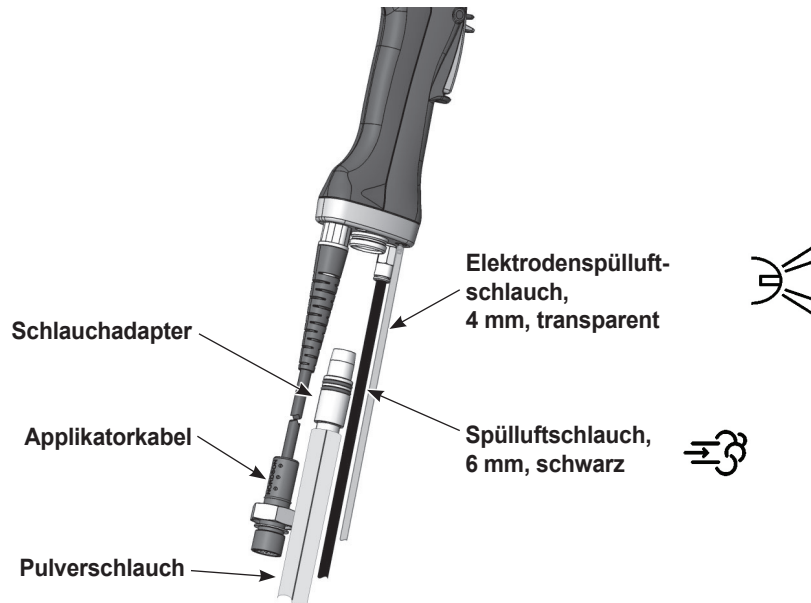

Abbildung 3-12 Applikatoranschlüsse
1. Siehe Abbildung 3-12. Den schwarzen 6-mm-Luftschlauch an die Schnelltrennverschraubung im Applikatorgriff anschließen.